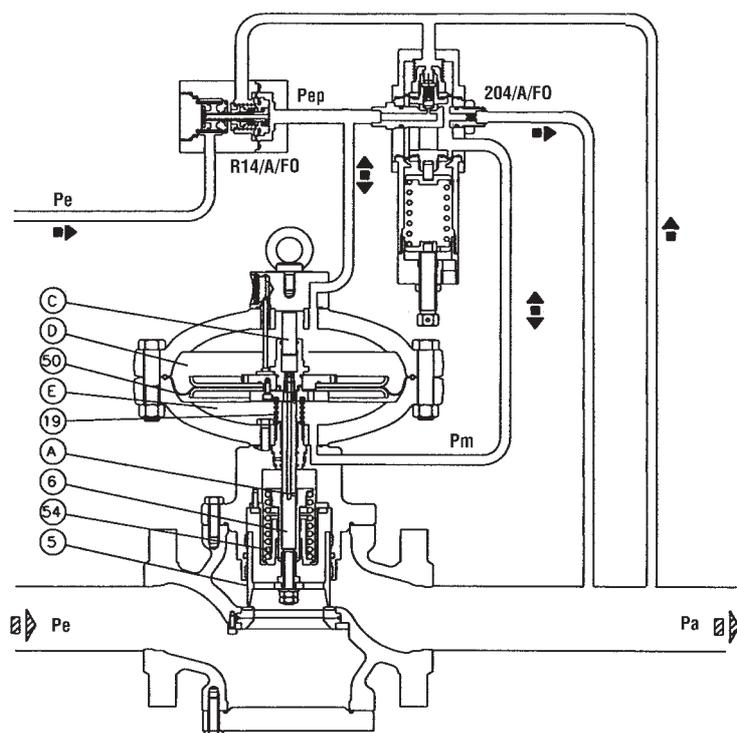

Рис. 1
1.2 ПРИНЦИП ДЕЙСТВИЯ (РИС.1)
При отсутствии давления запорная часть клапана 5 удерживается в положении закрытия пружиной 54 (рис. 1). Входное давление, даже если оно меняется, не изменяет данное положение, поскольку запорная часть полностью сбалансирована и следовательно подвергается воздействию одинаковых давлений, даже если разного сечения.
Изменение настройки осуществляется путем вращения регулирующего винта 10; вращение по часовой стрелке вызывает увеличение P_m и следовательно регулируемого давления P_a ; при вращении против часовой стрелки - наоборот. Если, например, в ходе работы, имеет место уменьшение выходного давления P_a (по причине увеличения требуемого расхода или уменьшения входного давления) происходит нарушение равновесия подвижной группы 15 пилота, которая смещается, вызывая увеличение степени открытия запорной части 17. Как следствие также увеличивается значение командного давления P_m , которое, воздействуя в камере E из-под мембраны 50 (рис. 1), обуславливает смещение запорной части 5 вверх и следовательно открытие регулятора до восстановления предварительно заданного значения регулируемого давления.